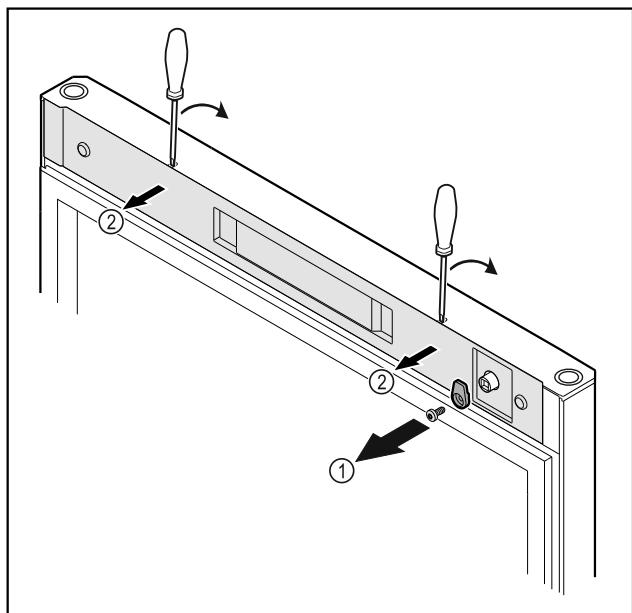

Fig. 16
- ▶ Skru låsekrogen Fig. 16 (1) af.
- ▶ Klik afdækningen Fig. 16 (2) ud med en lille skruetrækker, og tag den af.